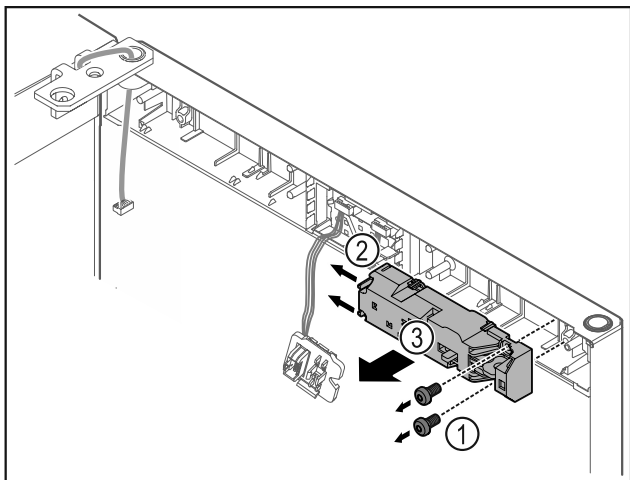

Fig. 17
- ▶ Fjern skruene Fig. 17 (1).
- ▶ Press låsetappene Fig. 17 (2) til side og ta av fjernlåsen Fig. 17 (3).